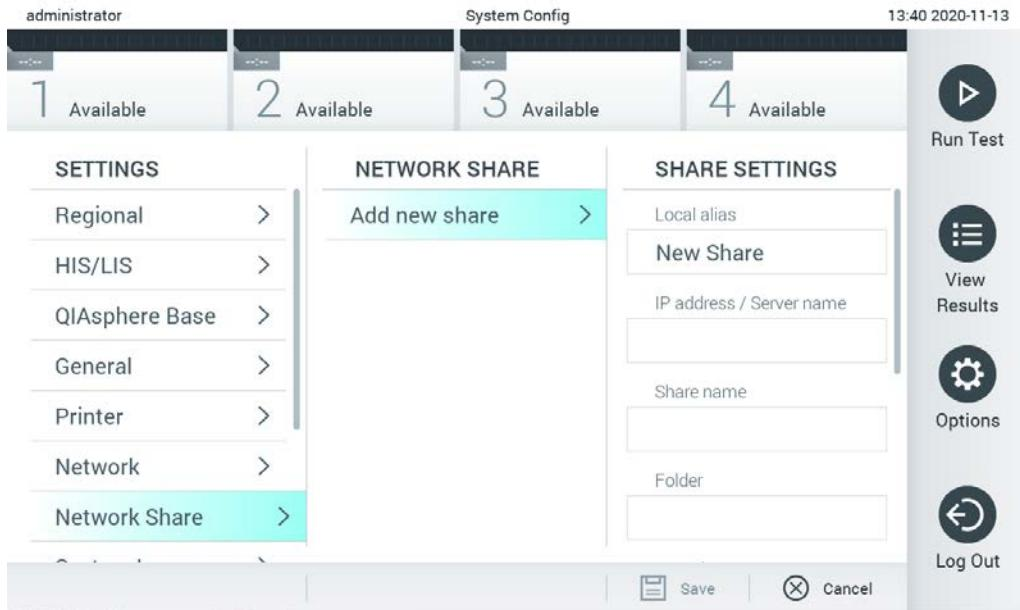

Figura 75. Adăugarea unei partajări de rețea.
- Apăsați butonul **Add new share** (Adăugare partajare nouă) (Figura 75).